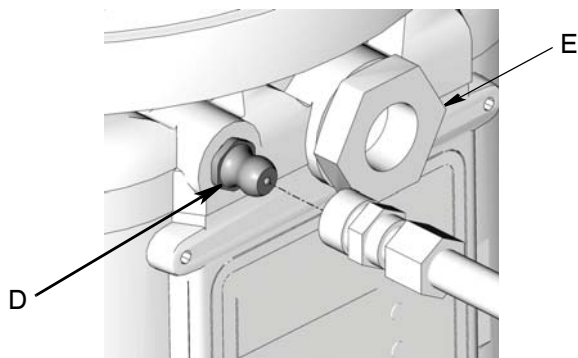

FIG. 14
1. Conecte la manguera de llenado al accesorio de entrada (FIG. 14).